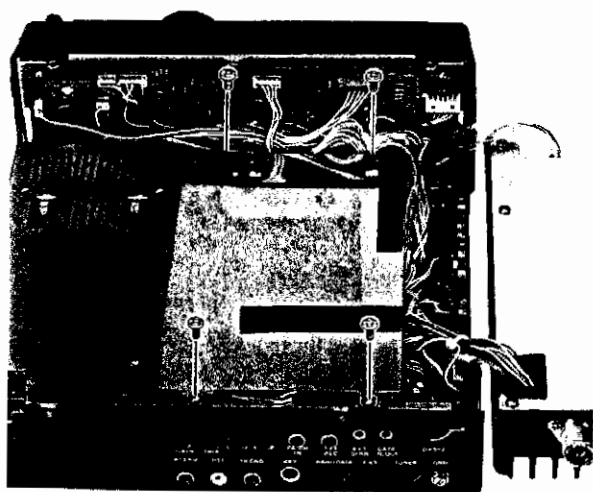

Figure 5: Couvercle de l'oscillateur local
- Otez les 4 vis fixant le blindage de l'oscillateur local (Figure 5). Otez l'adhésif qui maintient le câble sur le couvercle et enlevez ce dernier